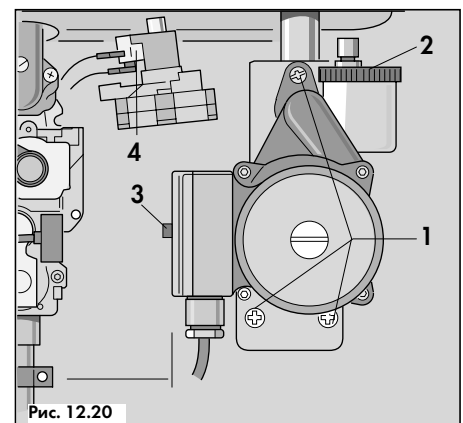

Рис. 12.20
- Выкрутить 3 винта (1, рис. 12.20) и вытащить насос из аппарата по направлению вперед;
- Разъединить штекерные соединения и отсоединить кабели от датчика (4, рис. 12.20);